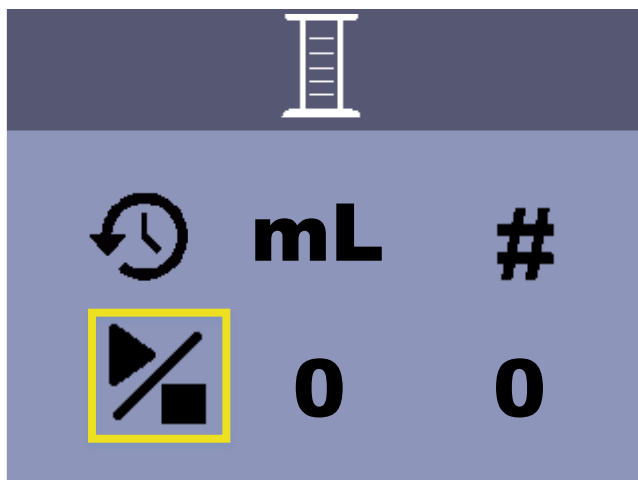

图 19：泵校准（设定流量）
- a. 在主屏幕上停止泵，按两下**菜单按钮**，然后按两下**右按钮**选择  **校准图标**。按下**输入按钮**进入校准屏幕（图 19）。